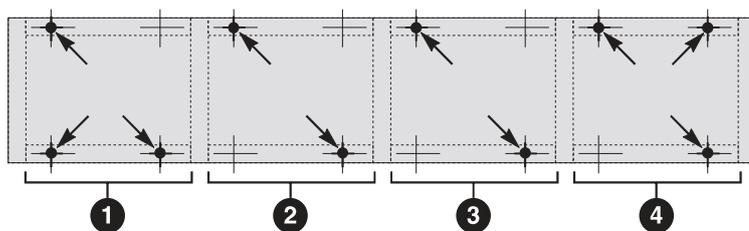

图1
- 使用两个M10地脚螺栓在对角线位置固定将第二单元固定到地板。(参见图1)